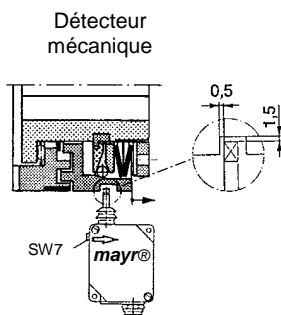
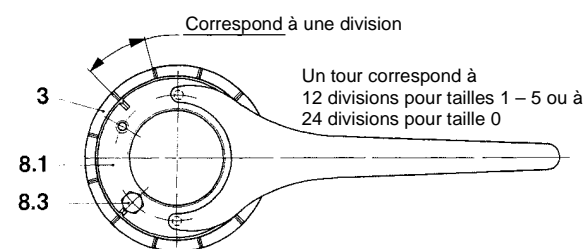

Fig. 7
Fig. 10
Le poussoir du détecteur mécanique se déplace vers la **droite**, vu du couvercle du boîtier ou du logo **mayr®**, fig. 7.
- ❑ Régler les écarts de commutation (portées) pour le détecteur mécanique et pour le détecteur inductif comme indiqué à la fig. 7 ou 8.
- ❑ La distance entre la pièce de commande (3, voir fig. 10) et le point de détection peut être finement ajustée à l'aide d'une vis à tête hexagonale SW7 (fig. 7 et 8).
Le réglage du couple s'effectue en vissant ou en dévissant l'écrou de réglage : dans le sens horaire, on obtient un accroissement du couple et dans le sens inverse, une diminution du couple (vue du côté de l'écrou de réglage, voir fig. 10).
2. Graisser auparavant les filets et les surfaces de contact de l'écrou (8.1), de la rondelle d'arrêt (8.2) et du moyeu (1).
3. Visser l'écrou de réglage (8.1) à la main, jusqu'en butée sur les rondelles Belleville (10).
4. Continuer de visser jusqu'à ce que les 4 marquages de l'écrou de réglage (8.1) coïncident avec les traits de la pièce de commande (3), fig. 10.
5. A l'aide d'une clé à ergots, visser l'écrou de réglage (8.1) du nombre de traits correspondant au couple souhaité, fig. 10 (déterminer le nombre de traits selon le diagramme de réglage).
6. Visser la vis à tête hexagonale (8.3). Les marquages de l'écrou (8.1) doivent être alignés avec ceux de la pièce de commande (3).
Pour cela, dévisser la vis à tête hexagonale (8.3), et avec une clé à ergots, procéder au réglage, selon la fig. 10. Après avoir aligné les 4 marquages de l'écrou (8.1) avec les traits de la pièce de commande (3), revisser la vis à tête hexagonale (8.3).